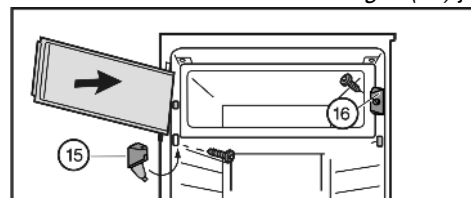

Fig. 7
- ▶ Monter l'élément de fermeture Fig. 7 (16).
- ▶ Monter le support d'appui Fig. 7 (15) et fermer le cache.